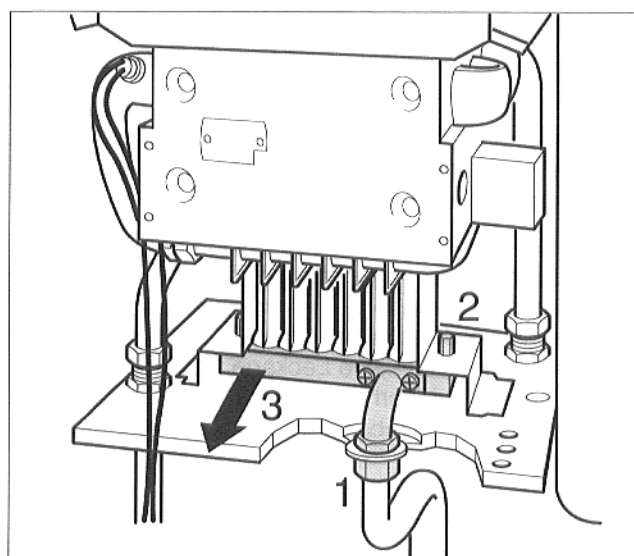

Abb. 35 Düsenplatte ausbauen
- Verschraubung zur Gasleitung unterhalb der Bodenplatte lösen (Abb. 35, Pos. 1).
- Schrauben links und rechts abschrauben (Abb. 35, Pos. 2) und Düsenplatte entnehmen (Abb. 35, Pos. 3).